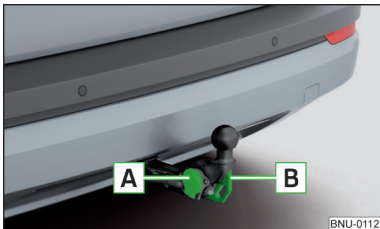

Abb. 290
- Die Abdeckkappe der Steckdose aufklappen und den Stecker des Anhängers (des Zubehörs) in die 13-polige Steckdose **A** einstecken » Abb. 290. (Wenn der Anhänger/das Zubehör über einen 7-poligen Stecker verfügt, ein entsprechendes Reduktionsstück aus dem ŠKODA Original Zubehör verwenden).